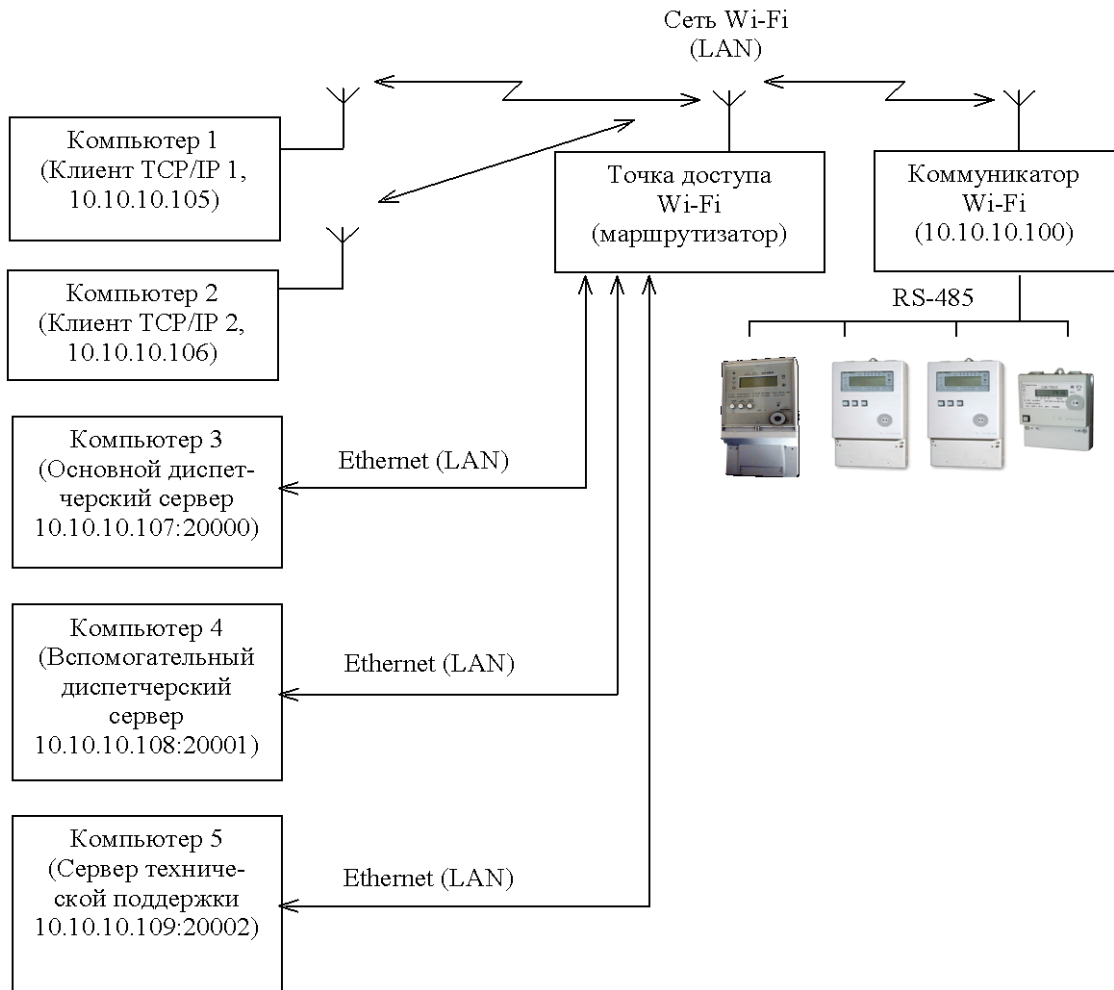

Рисунок 27 - Схема системы для работы в локальной сети Wi-Fi без выхода в Интернет
- 20000 – для основного диспетчерского сервера (компьютер 3, рисунок 27);
- 20001 – для вспомогательного диспетчерского сервера (компьютер 4, рисунок 27);
- 20002 – для сервера технической поддержки (компьютер 5, рисунок 27).
- в окна формы «IP-адрес», «Номер порта» основного и вспомогательного диспетчерского сервера ввести соответствующие параметры, аналогично параметрам, указанным на схеме рисунок 27 (для подключения к компьютеру 3 – адрес 10.10.10.107, порт 20000, для подключения к компьютеру 4 – адрес 10.10.10.108, порт 20001);